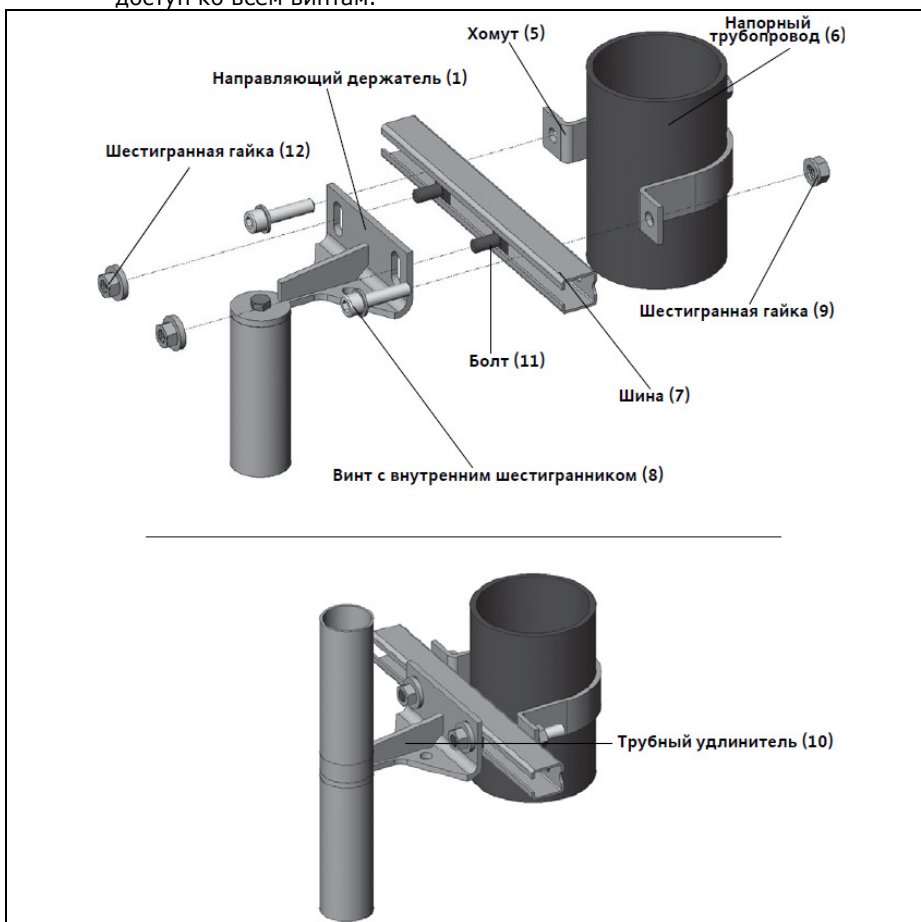

**Рис. I-2: Монтаж направляющего держателя при креплении на стенке шахты**
- Верхний направляющий держатель (1, рис. I-2) приложить в предусмотренное положение и разметить отверстия
- Снять направляющий держатель (1), просверлить отверстия и вставить дюбеля (2)
- Приложить направляющий держатель (1) и слегка закрепить прилагаемыми шурупами (3) с подкладными шайбами (4).